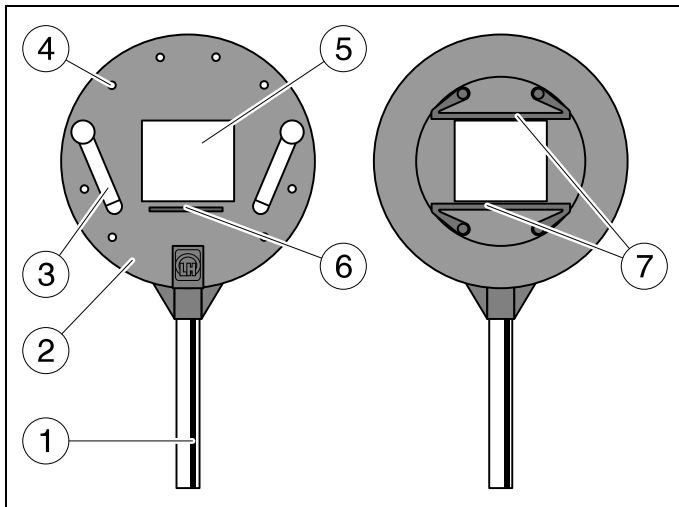

Fig. 1.1/1.2
Les pincettes à ressort fixées dans les trous ④, maintiennent les objets sur la face avant de la monture (fig. 1.1).
Los objetos se montan en el frente del soporte (Fig. 1.1) con los muelles ③ insertados en los taladros correspondientes ④.